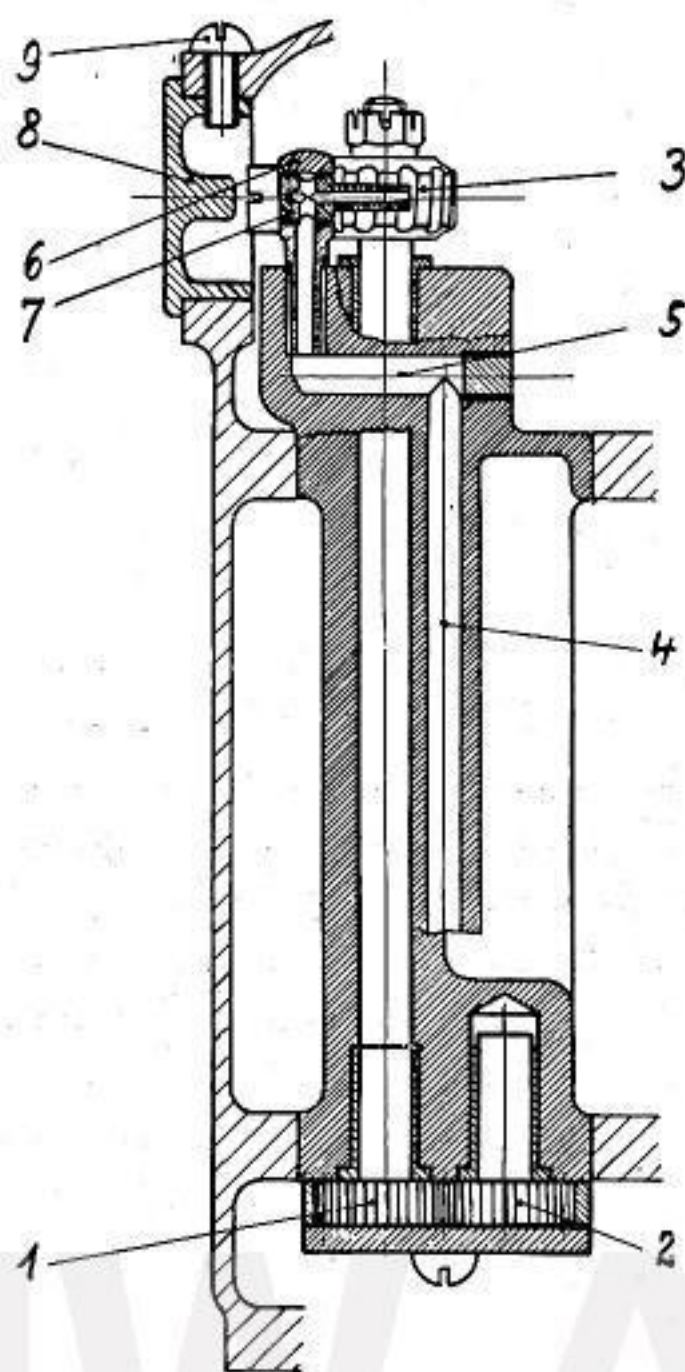

Abb. 8. Schematischer Schnitt durch die Oelpumpe.
Durch einen im Gehäuseunterteil angebrachten Seiher saugt die Ölpumpe, deren Anordnung in Abbildung 8 schematisch dargestellt ist, das Öl durch die Tätigkeit der Zahnräder **1** und **2**, von denen das erste am unteren Ende einer langen, senkrechten Welle sitzt, die durch das Schneckenrad **3** von einer auf der Kurbelwelle des Motors angebrachten Schnecke angetrieben wird. Das Öl steigt in der Bohrung **4** hoch und gelangt durch die Querbohrung **5** an die in dem Zwischenstücke **6** herausschraubbar angebrachte Öldüse **7**, von der es durch die Hauptleitung des Motors den einzelnen Schmierstellen zugeführt wird. Etwaige, trotz des Seiher in die Ölpumpe gelangten Verunreinigungen setzen sich in der Düse **7** fest. Sie müssen entfernt werden, sobald der Motor nicht genug Öl erhält, was sich durch harten Gang des Motors und schließliches Heißwerden der Zylinder bemerkbar macht. Die Öldüse ist leicht von außen erreichbar und zwar ist es nur notwendig, den am Motorgehäuse vorne in der Mitte angebrachten Verschlußdeckel **8** nach Zurückdrehung der Sicherungsschraube **9** abzunehmen, worauf die Düse **7**
8. Entlüftung: Diese hat den Zweck, ein Herauspressen des Öles an den Trennfugen des Motorgehäuses durch den von dem niedergehenden Kolben verursachten Luftdruck zu verhindern, und es ist darauf zu achten, daß die Entlüftung stets einwandfrei arbeitet. Der Entlüfter (Abb. 8 a und 15) befindet sich am Abschlußdeckel für die Steuerwelle. Bei laufendem Motor muß das stoßweise Ausreten der Luft aus dem Gehäuse deutlich fühlbar sein.
Abb. 8 a